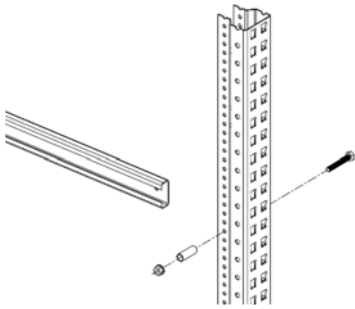

Fig. 5
5. Colocar el horizontal superior del bastidor e introducir el tornillo. (Fig. 5)